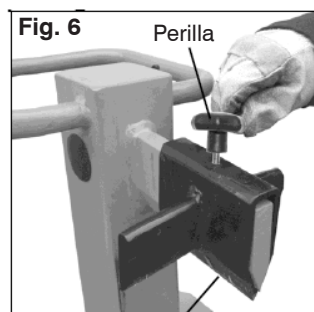

Fig. 6
* Ajuste de la cuña de cruz (Fig.6)